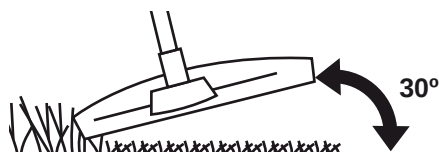

Fig. 21
- > Tenez la tête de coupe juste au-dessus du sol, à un angle d'environ 30° (Fig. 21).